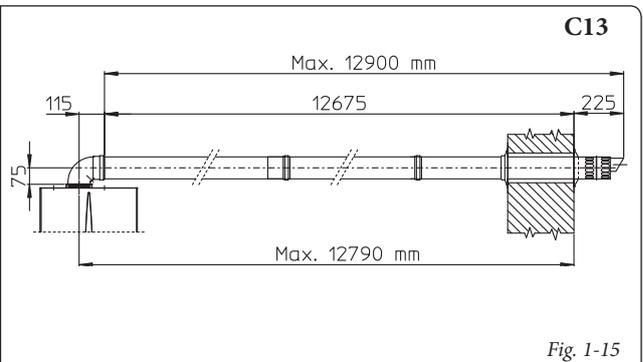

Fig. 1-15
- Prolunghe per kit orizzontale (Fig. 1-15). Il kit orizzontale di aspirazione-scarico Ø 60/100